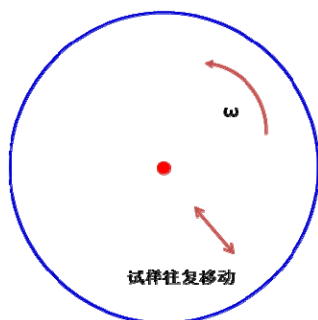

图 4 试样在抛光盘上往复移动
5. 初始抛光时，试样位置宜在抛光盘圆心附近，感觉适应了抛光握持感后，可逐步将试样外移，这时试样所处位置的抛光盘线速度增大，试样抛光面受摩擦力变大，抛光速度也加快。抛光时可将试样逆抛光盘的转动方向而转动，同时也由抛光盘中心至边缘往复移动。这样既可以避免抛光表面产生“拖尾”缺陷。同时还能减少抛光织物的局部磨损，保证抛光效果，如图 4 所示。